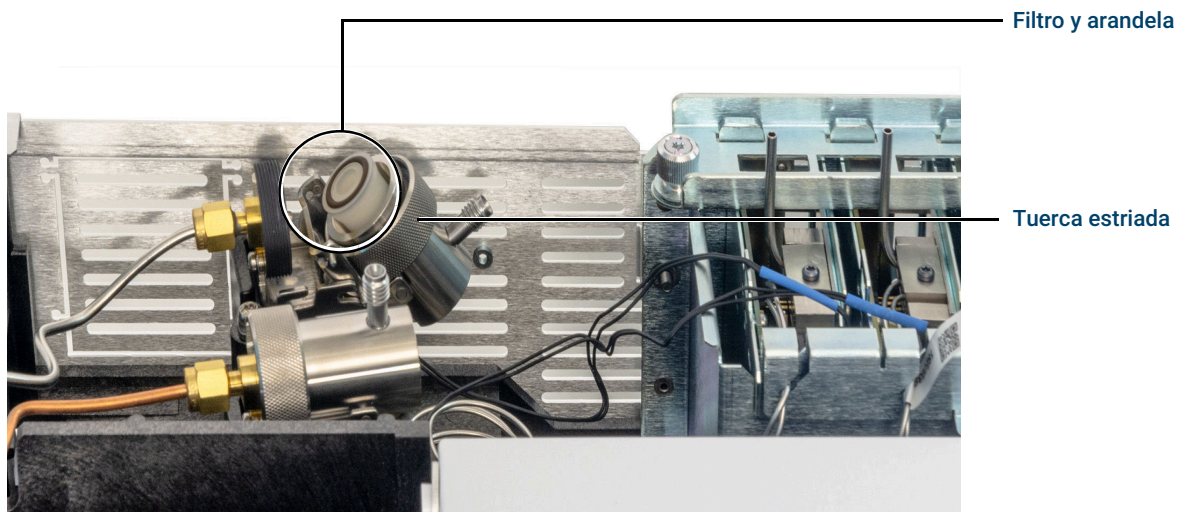

Figura 33. Deslice el conjunto de la trampa para dejar al descubierto el filtro
5. Incline el conjunto de la trampa hacia atrás hasta que se detenga, exponiendo así el filtro. Consulte la Figura 33.